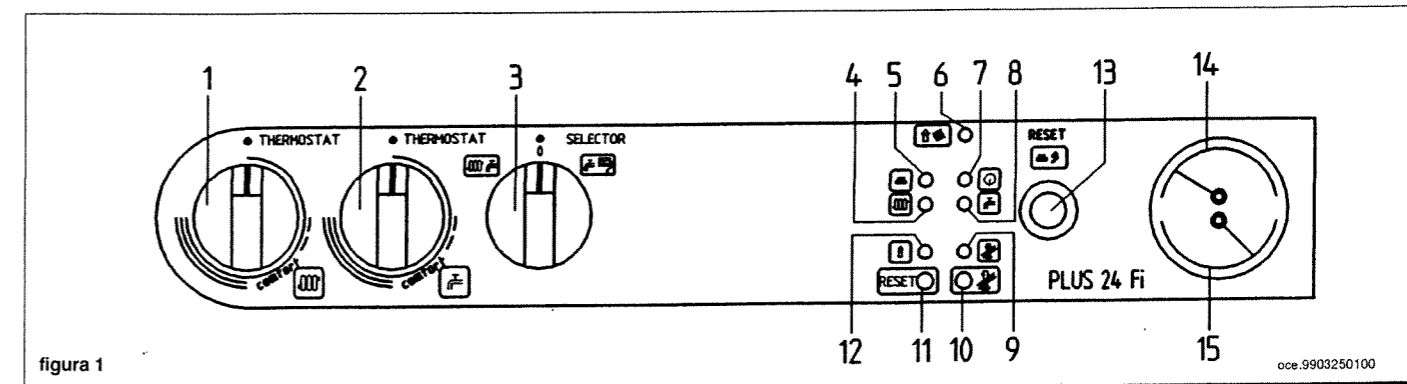

figura 1
Importante: Per abilitare le funzioni del telecomando è necessario che il selettore (3) di figura 1 sia posizionato in ESTATE (E). In tale caso la spia di presenza tensione (7 figura 1) lampeggia e i dispositivi per la regolazione delle temperature (1 e 2 di figura 1) non sono abilitati.